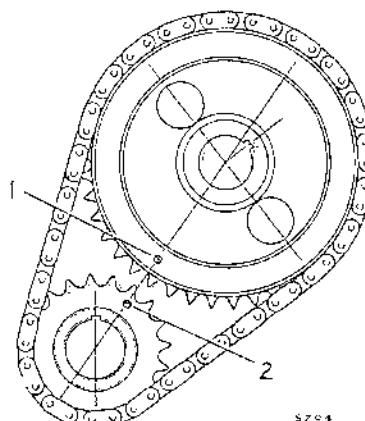

Fig. A.13
- (8) Montar las dos ruedas en la cadena con las marcas opuestas, la una a la otra, como se indica en la Fig.A.13. Empujar las ruedas sobre los ejes, girando ligeramente el árbol de levas, cuando así se requiera, para alinear la chaveta. Empujar las ruedas tan lejos como sea posible y asegurar el piñón del árbol de levas por medio de la arandela de bloqueo y la tuerca.
- (9) Comprobar la alineación de las ruedas, poniendo una regla a través de los dientes de los engranajes del árbol de levas y del cigüeñal, y midiendo la separación entre la regla y el engranaje del cigüeñal. Ajustar con arandelas detrás del engranaje del cigüeñal, cuando así se requiera.
- (10) Consultar la Sección A.15 (Montaje) párrafos (5) a (11).